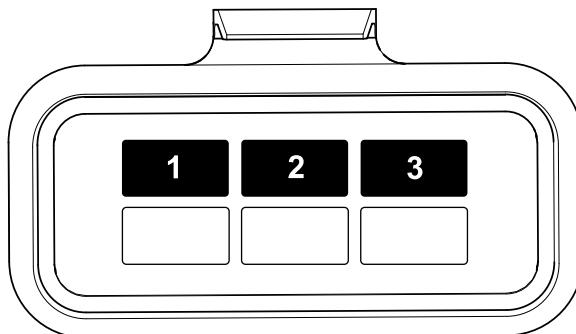

Figure 32
- Vérifiez les fusibles dans le porte-fusibles (Figure 32).